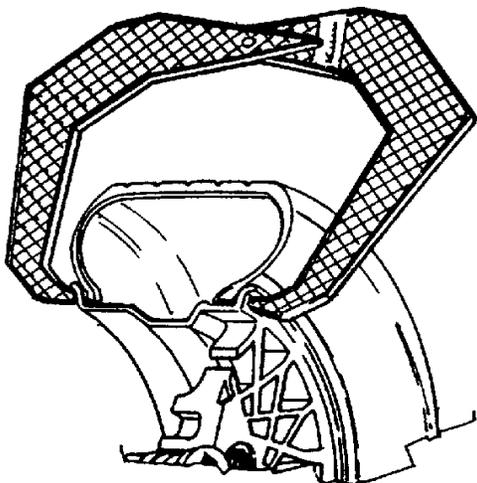

Figure 23
4.5.2. Mesurer la largeur de la jante au moyen d'étriers de largeur jante. Mesurer la roue à l'endroit où les poids correctifs seraient appliqués, Figure 23. Entrer la largeur mesurée en appuyant sur les flèches Haut ou Bas jusqu'à ce que la valeur souhaitée apparaisse dans l'afficheur central.